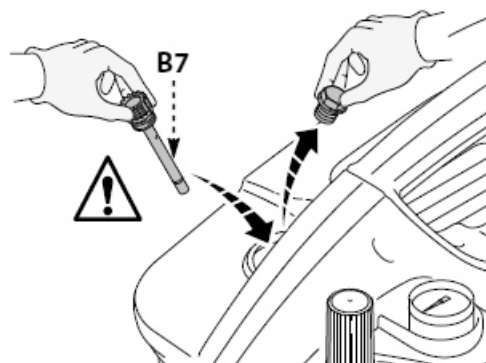

Abb. 5: Montage
Schritt 2: Die roten Transport-Öleinfüllöffnungen durch die im Lieferumfang enthaltenen Entlüftungsverschlüsse (Pos. B7, Abb. 5) ersetzen.